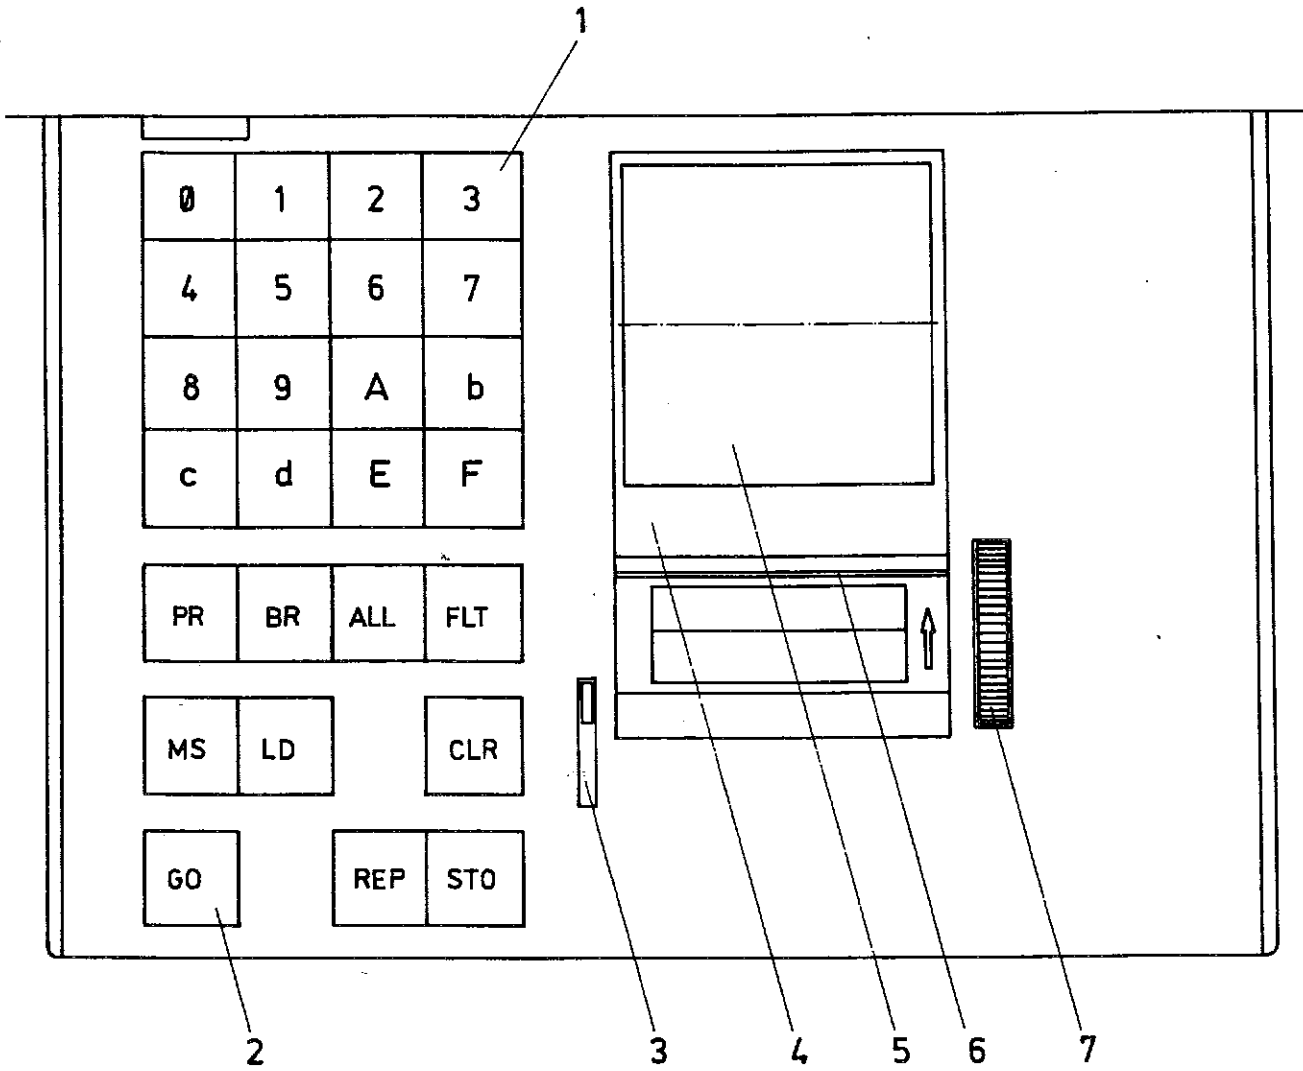

Bild 28 Funktionstastatur
- Die Funktionstastatur ist herausgezogen (Bild 28).
- Einlegen des Thermoreaktionspapiers in den Thermostreifendrucker (Bild 28)
Die Rolle des Thermoreaktionspapiertes wird mit dem Anfang nach unten zum Bedienenden hin in die Papierwanne des TSD 16 eingelegt (Bild 28). Der Papiereinlegehebel (3) wird nach vorn zum Bedienenden gezogen und der Papierrollenanfang mit einer sauberen Schnittkante versehen. Der Rollenanfang wird auf das Einlaufblech (4) gelegt und langsam in die Druckermechanik geschoben. Unter der durchsichtigen Abrißschiene (6) wird das Papier sichtbar. Der Papiereinlegehebel ist zur Frontplatte des Bedieneinschubes umzulegen, und mit dem Handrad (7) ist das Thermoreaktionspapier unterhalb der Abrißschiene hervorzuschieben.